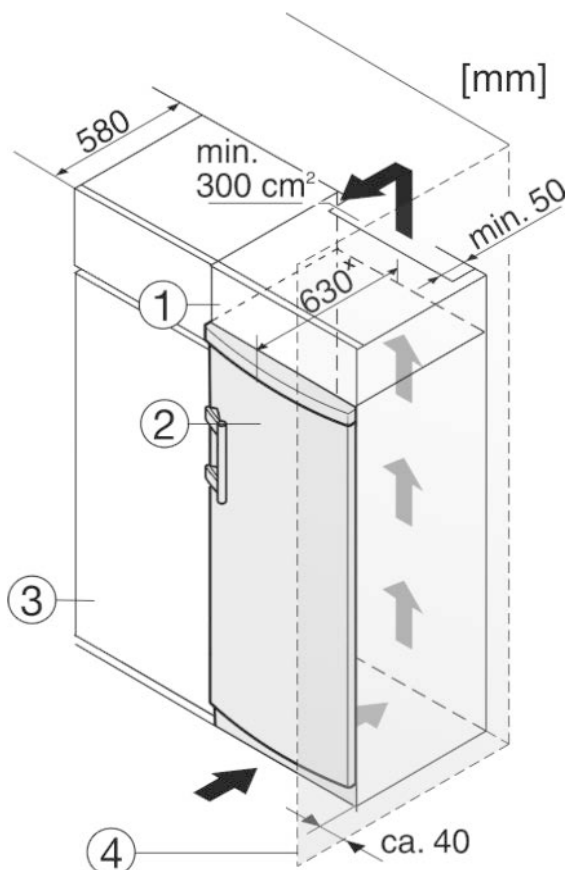

Fig. 9
- (1) Дополнительный шкафчик (3) Кухонный шкаф
(2) Устройство (4) Стенка
Устройство может быть окружено кухонными шкафами. Чтобы уравнивать устройство Fig. 9 (2) по высоте с кухонной стенкой, можно установить над устройством дополнительный шкафчик Fig. 9 (1).
При комбинировании с кухонными шкафами (глубина макс. 580 мм) устройство можно установить непосредственно рядом с кухонным шкафом Fig. 9 (3). Устройство выступает сбоку на 34 мм* и по центру на 50 мм* относительно передней стенки кухонного шкафа.
Если устройство установлено на шарнирах у стены Fig. 9 (4), то расстояние между устройством и стеной должно быть не менее 40 мм. Настолько выступает ручка при открытой дверце.